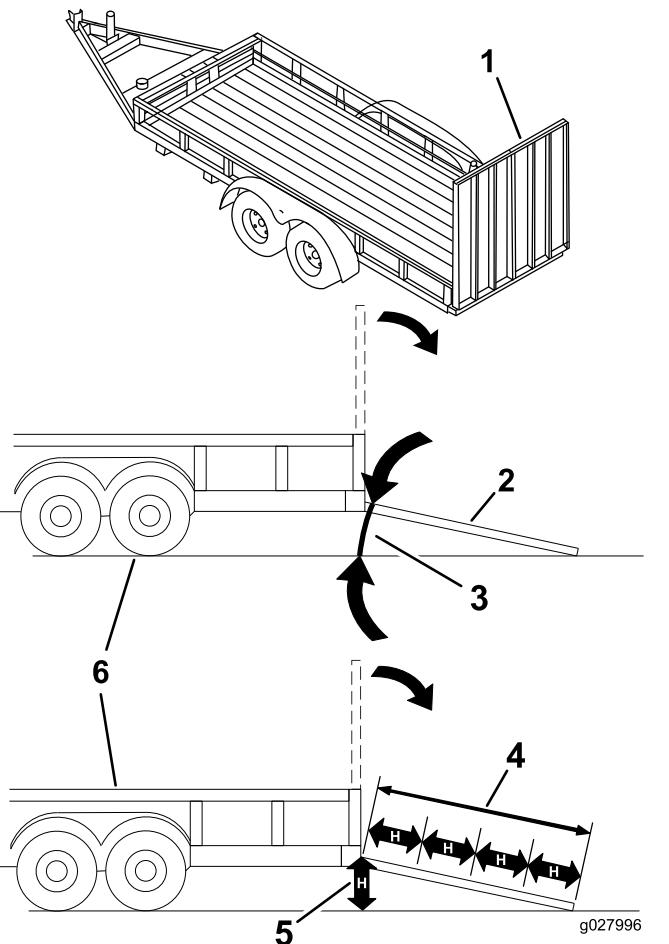

Рисунок 35
**При погрузке машины на прицеп или грузовик повышается вероятность опрокидывания, что может привести к получению тяжелой травмы или гибели (Рисунок 35).**
3. Опустите наклонный въезд, убедившись, что угол между наклонным въездом и поверхностью земли не превышает 15 градусов (Рисунок 35).
1. Опустите наклонный въезд, убедившись, что угол между наклонным въездом и поверхностью земли не превышает 15 градусов (Рисунок 35).